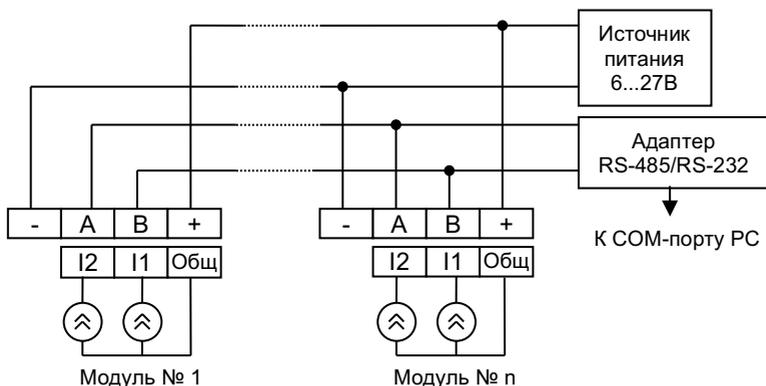

Рис.5. Схема подключения модулей.
6.1. Подключение модуля к измерительной системе осуществляется по четырем проводам - по одной паре подается напряжение питания (цепи - и +), по другой происходит обмен по интерфейсу RS-485. Модули подключаются к четырехжильному кабелю параллельно, как показано на рис.5. Преобразователь интерфейса USB/RS-485 ПИ-1С уже имеет линию питания 12 В и не требует отдельного источника питания.